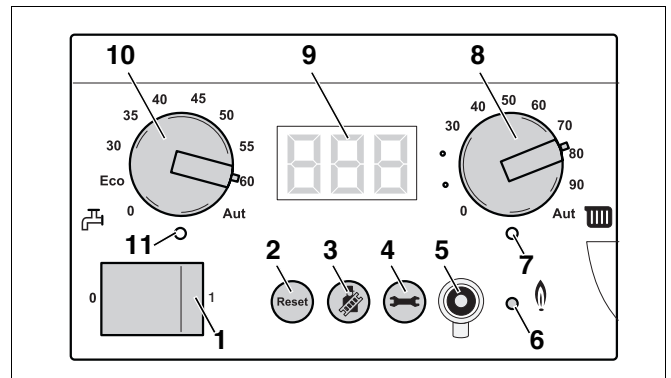

Рис. 82 Главный регулятор BC10
- Выключить отопительную установку пусковым выключателем на главном регуляторе Logamatic BC10 (рис. 82, **поз. 1**).
- Включить отопительную установку пусковым выключателем на главном регуляторе Logamatic BC10 (рис. 82, **поз. 1**).
- После того как светодиод "Горелка" (рис. 82, поз. 6) загорится, подождать одну минуту, пока отопительный котел не перейдет на частичную нагрузку.
- Нажать и удерживать нажатой кнопку "Трубочист" (рис. 82, поз. 3), пока точка на дисплее не погаснет.
- Выключить отопительную установку пусковым выключателем на главном регуляторе Logamatic BC10 (рис. 82, поз. 1).
- Включить отопительную установку пусковым выключателем на главном регуляторе Logamatic BC10 (рис. 82, поз. 1).